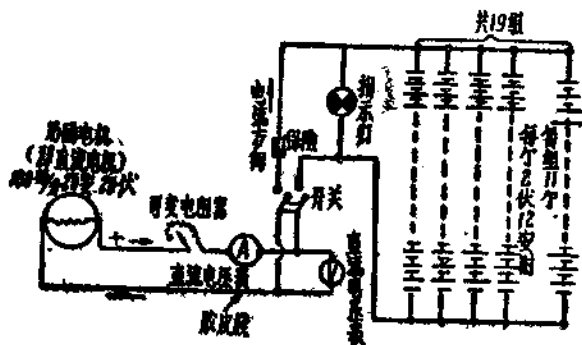

图2 充电接綫图
(1) 电池的額定电压2伏，容量是12安时(9片負极板)勵磁电机額定电压26伏、电流26安(勵磁机銘牌上注的規格)。由于电池电压应配成低于电机額定电压2~4伏，故將2伏电池串联11个成一組，电压就是22伏(采取低于电机电压4伏)。每次充电200个，即組成19組按电池的正、負极接在电机导綫上(通过控制设备后)，如图2。
(2) 充电电流，利用小电流緩慢充电法。200个电池的总綫电流用3~4安，但电机电流为26安，除去充电用4安外，尚余21~22安；这是考虑充新电池要花50~70小时的連續不断充电时仍可供給交流电机勵磁用电，以便在充电时的夜間向外供电5.5瓩。